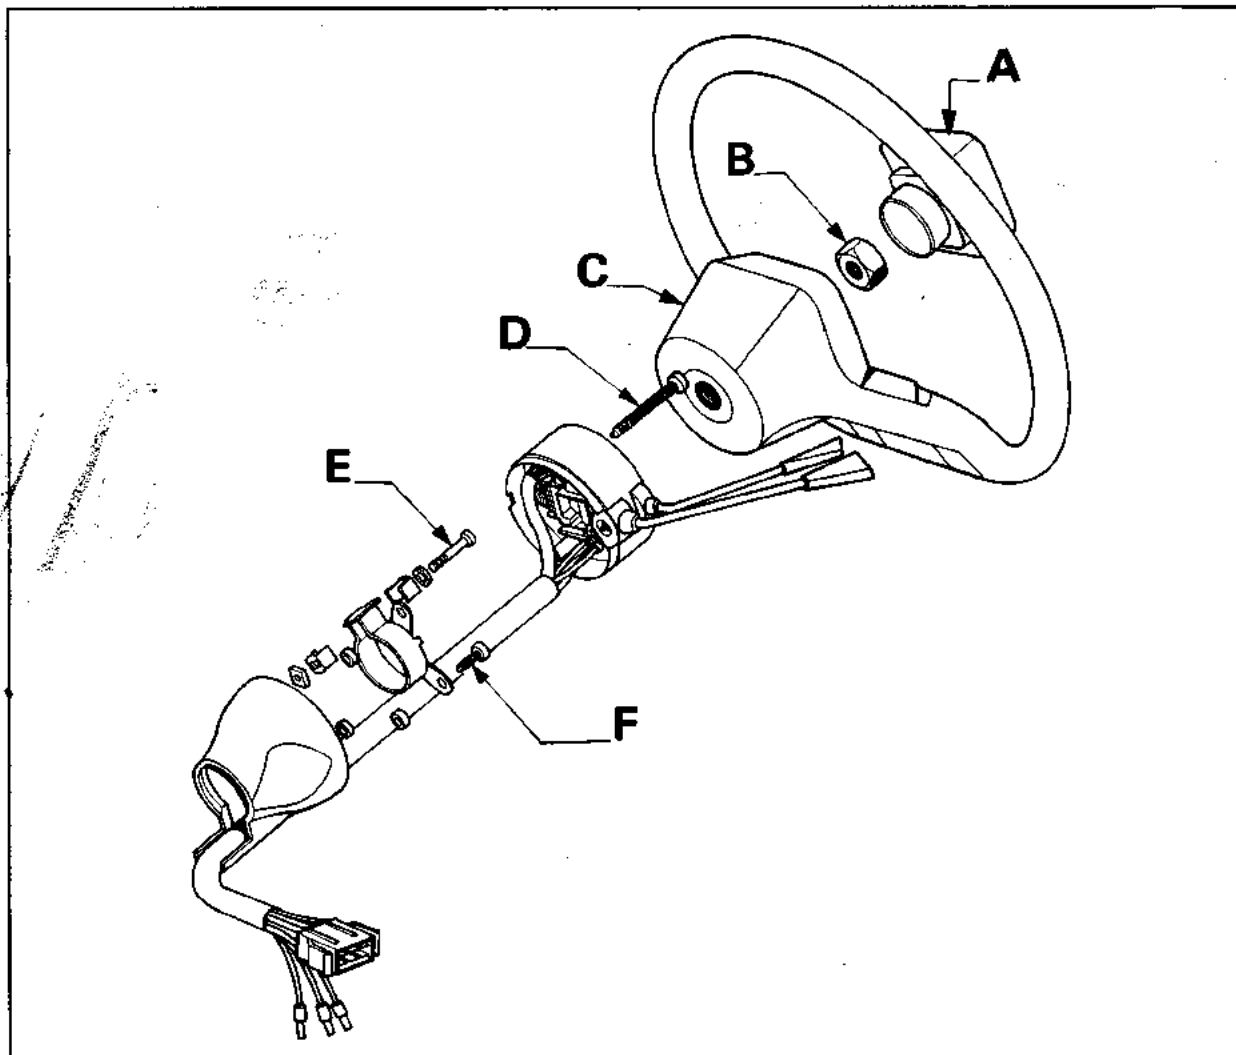

Fig. 2
- Trek de naafdoop (A) (fig.2) van het stuurwiel.
- Verwijder de bevestigingsmoer (B) van het stuurwiel.
- Verwijder het stuurwiel (C).
- Verwijder de 2 bevestigingsschroeven (D) van de combinatieschakelaar.
- Trek de combinatieschakelaar zo ver los tot de klem schroef (E) van de combinatieschakelaarkap op de stuurasbuis kan worden bereikt.
- Verwijder de schroef (F) waarmee de klem op de kap is bevestigd en maak de kap los van de combinatieschakelaar.